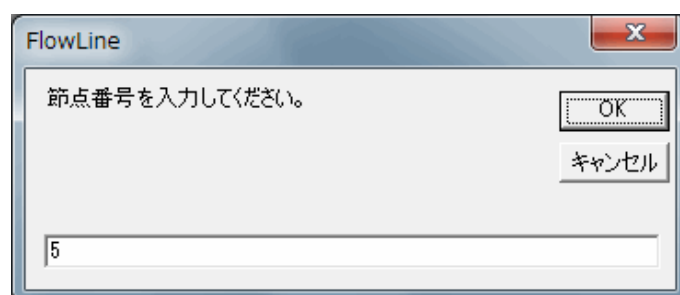

図4-4 節点追加の入力画面
- ③「節点追加」ボタンをクリックすると、図4-4の入力画面が表示され、節点番号を入力するとその節点座標を始点とする新たな流跡線が設定されます。
- ④「コピー」、「貼り付け」ボタンにより、通常のクリップボード利用ができます。